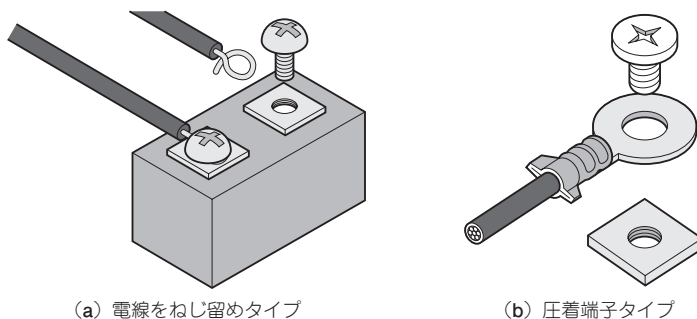
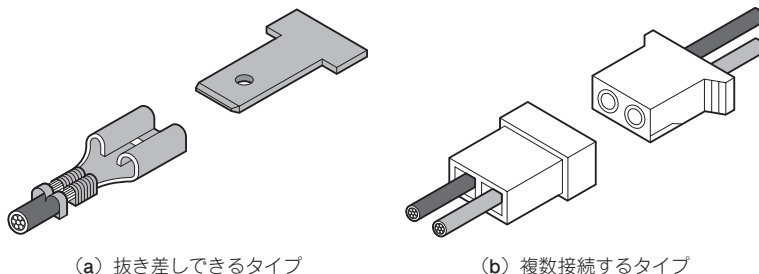

図1 初期の抜き差しコネクタ
図2 現在の抜き差しコネクタ
- 戦後に拡大した家電産業やコンピュータ産業向けに人間の手で抜き差しできる端子を開発することに 図1と図2に初期と現在の抜き差し型コネクタの代表を示します。